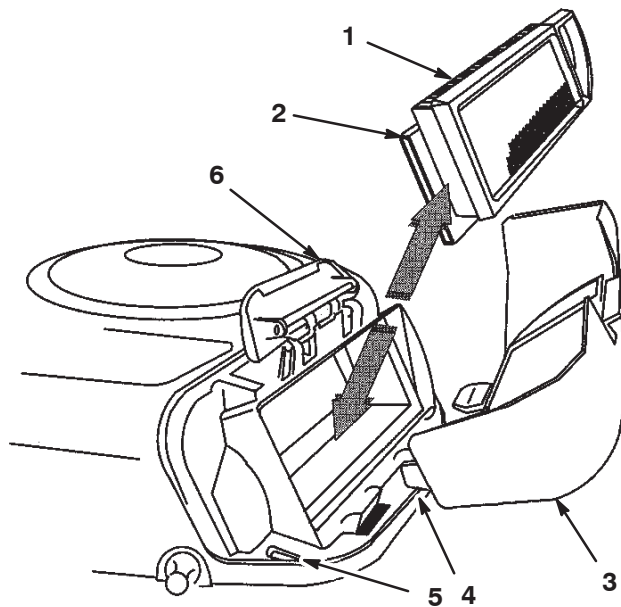

Figure 31
- Sortez avec précaution les éléments en papier et en mousse du carter de soufflante (Fig. 31).
- Placez les languettes du couvercle du filtre à air en face des fentes du carter de soufflante (Fig. 31). Accrochez la poignée sur le couvercle et appuyez dessus pour verrouiller le couvercle en place.